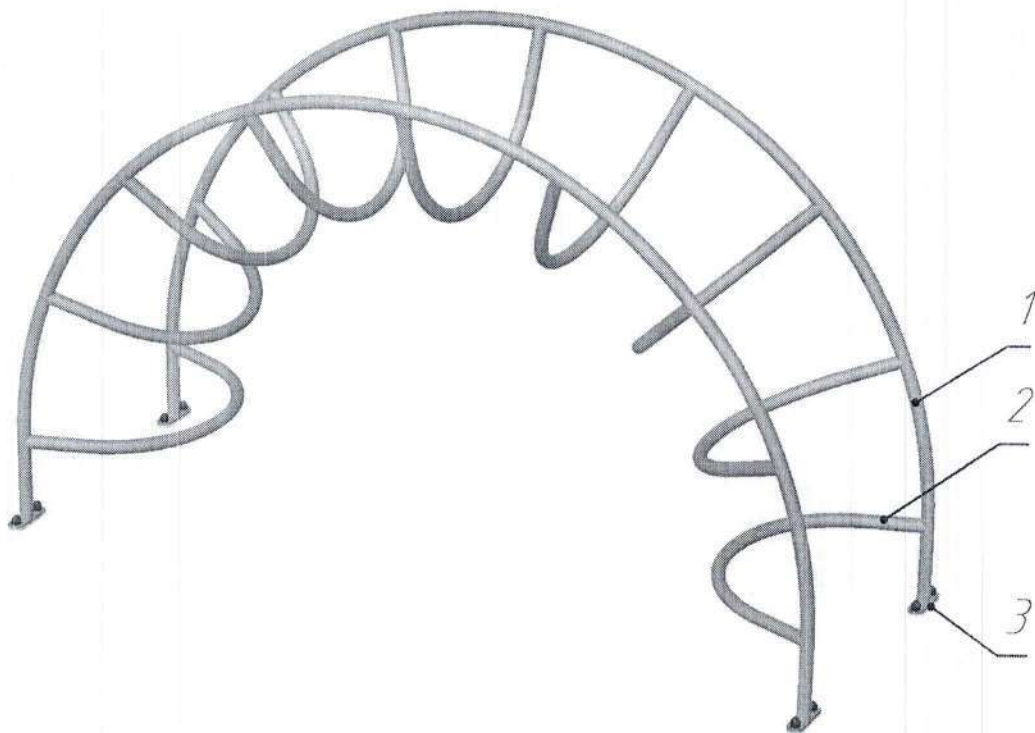

Рис.1 Общий вид Лианы РТР 043
4.1. Лиана РТР 043 (см. рис.1) состоит из двух дуг **1**, жестко соединенных девятью ступенями **2**, и четырех закладных **3**, закрепленных на фланцах дуг.